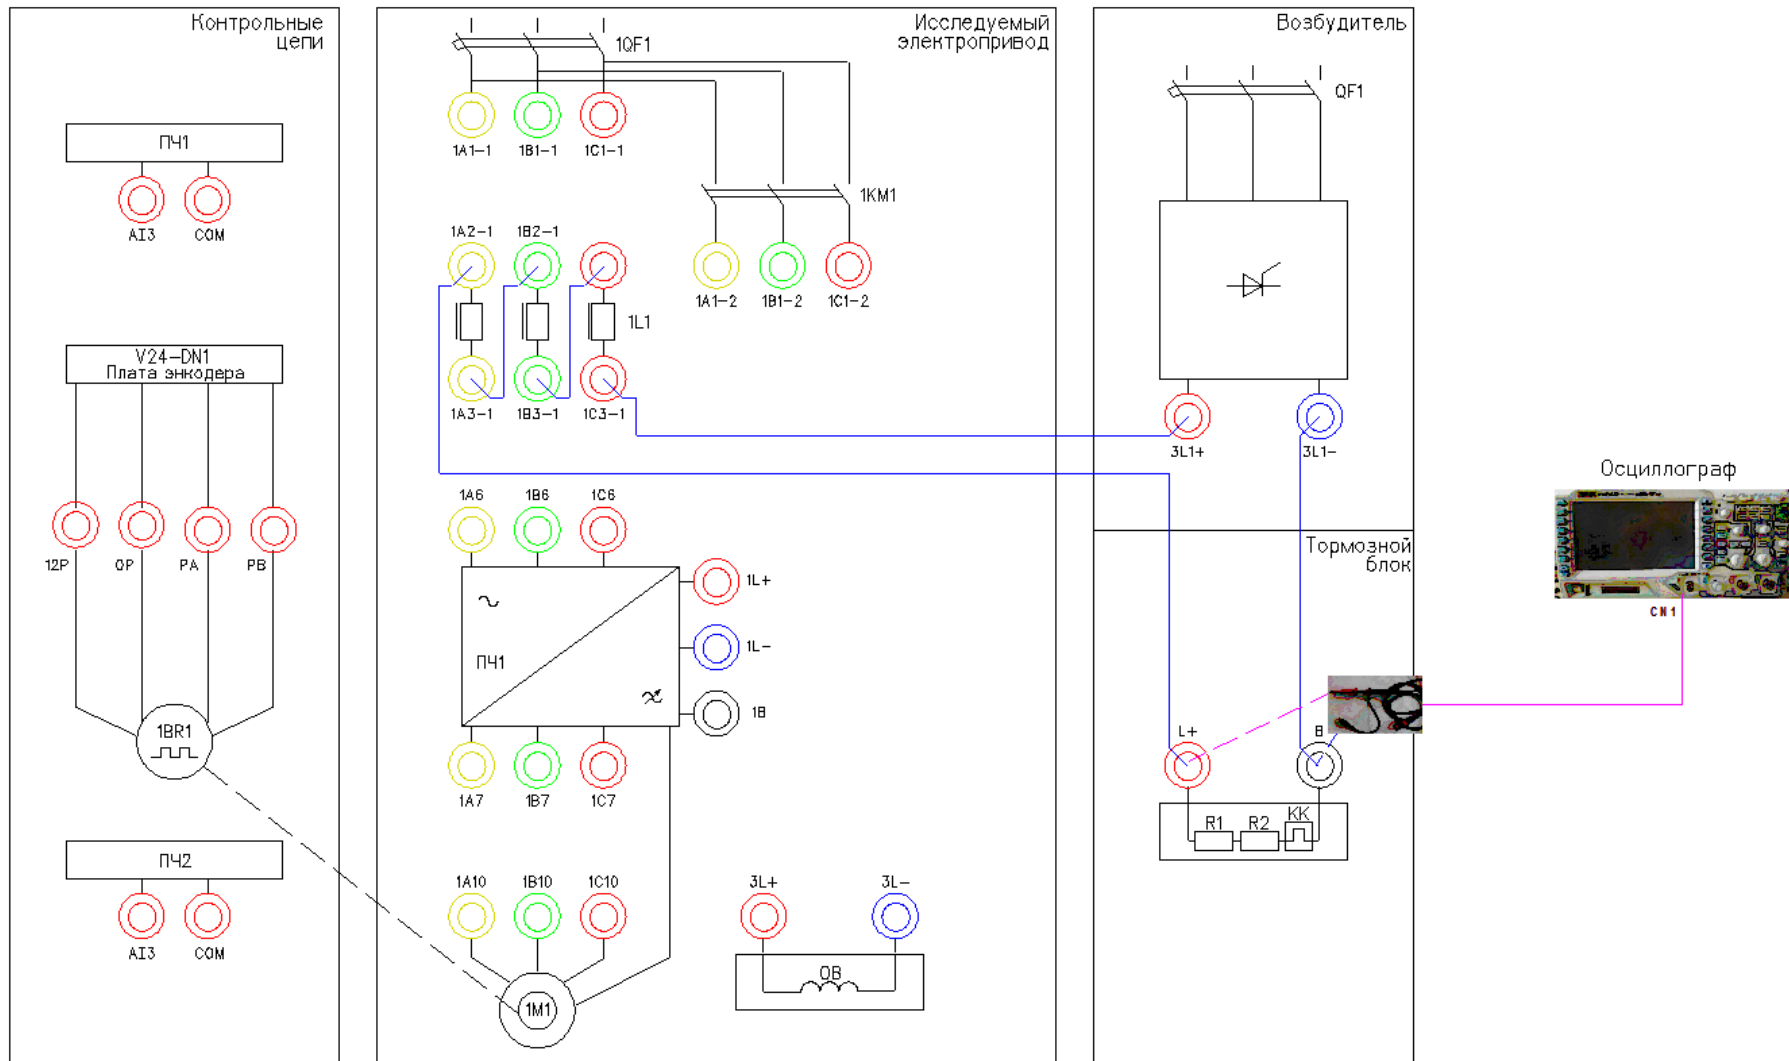

Рисунок 6 – Схема испытаний
10.1.1. Подготовьте схему силовой цепи для выполнения лабораторной работы. Для этого гибкими соединительными проводами из комплекта оборудования лабораторного стенда на панели с мнемосхемой соедините разъёмы так, как показано на рис.6.